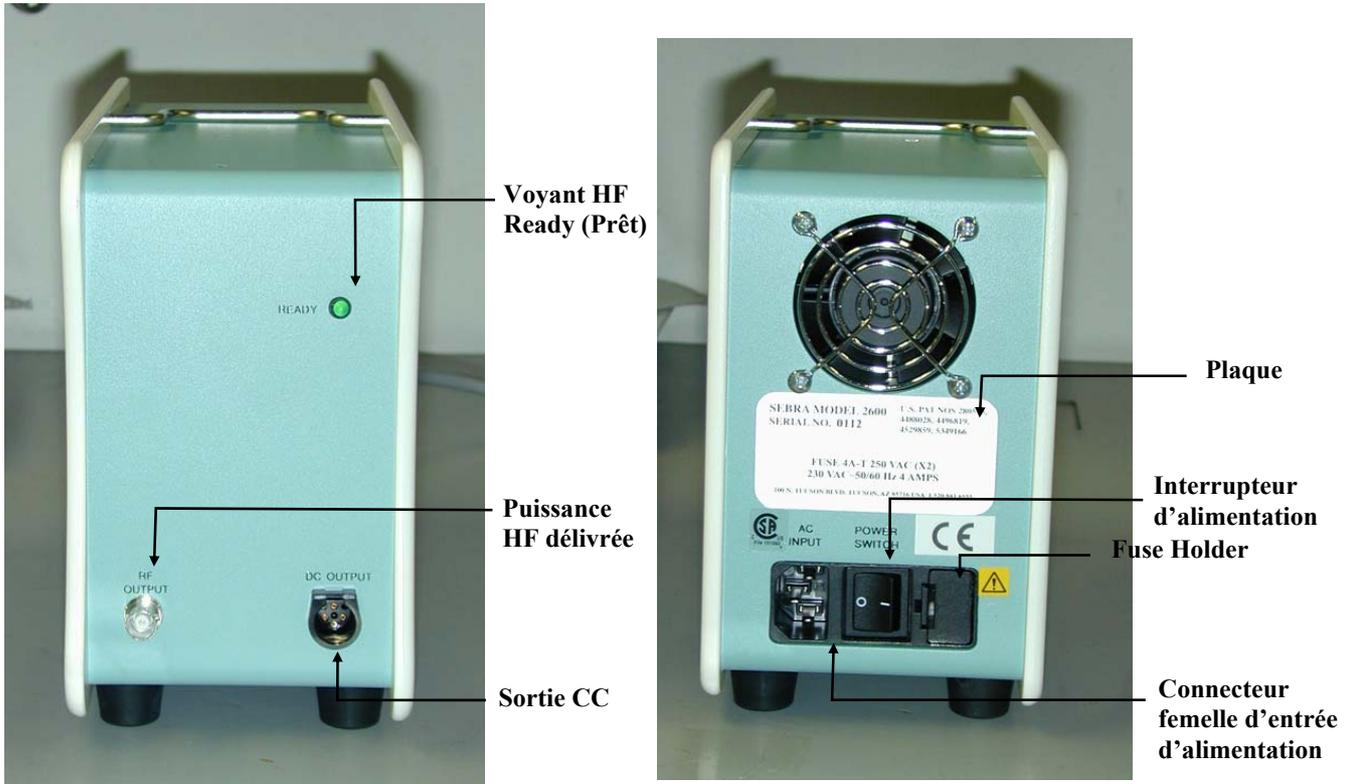

Figure 1.3 Panneau d'interface d'alimentation de la source d'alimentation OMNI
1.3.2 La figure 1.3 illustre le panneau d'interface d'alimentation situé à l'arrière de la source d'alimentation OMNI. La figure 1.4 décrit la plaque qui spécifie l'alimentation requise pour la source d'alimentation. La plaque de chaque appareil (située à l'arrière de l'appareil) indique le numéro de modèle et le numéro de série de l'appareil. Mentionnez le numéro de série lorsque vous contactez SEBRA ou l'un de ses centres de maintenance agréés.